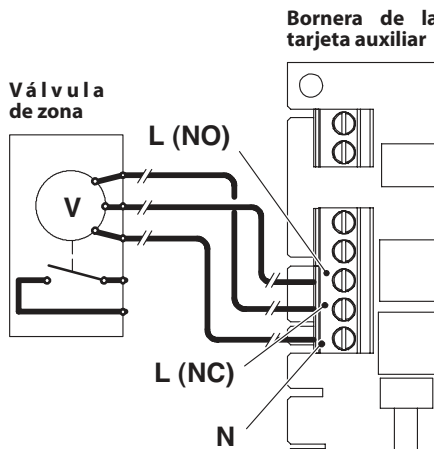

Figura 5.26
Para la conexión de la válvula de zona utilice los bornes de la tarjeta auxiliar **N** (neuro común), **L (NO)** línea 230V ~ (válvula abre instalación de calefacción), **L (NC)** línea 230V ~ (válvula cierra instalación de calefacción) Figura 5.26.